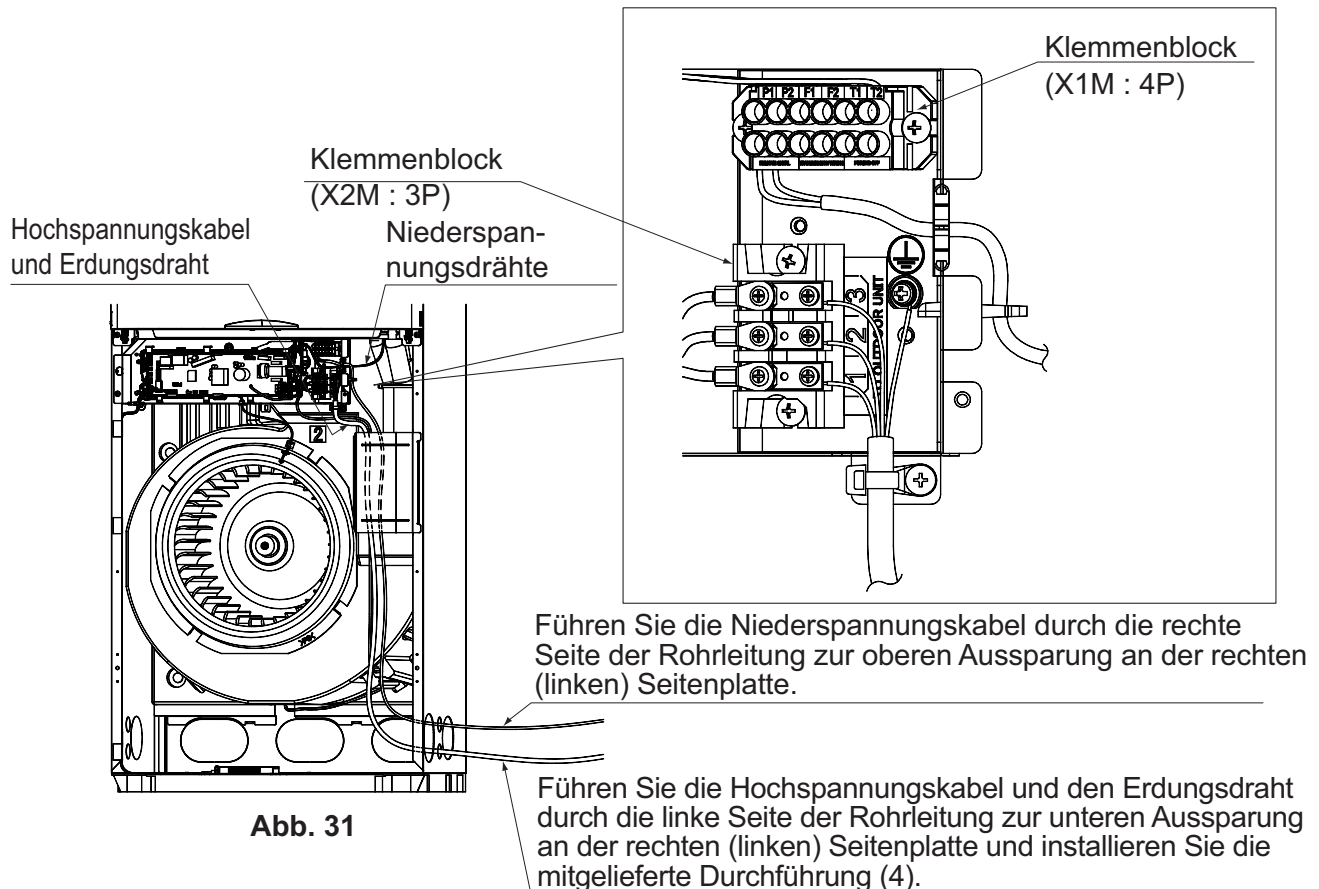

Abb. 31
- Schließen Sie die Drähte für die Fernbedienung (bauseitig zu liefern) an die Klemmen P1 und P2 (keine Polarität) am Klemmenblock (X1M: 4P) an und verlegen Sie die Kabel wie in **Abb. 31** gezeigt nach außen.
- Verlegen Sie die Niederspannungskabel (Fernbedienungskabel) in einem Abstand von mindestens 50 mm von den Hochspannungskabeln (Kabel zwischen den Innen- und Außenaggregaten) und dem Erdungsdraht, so dass diese nicht den gleichen Verlauf haben. (**Siehe Abb. 31**)